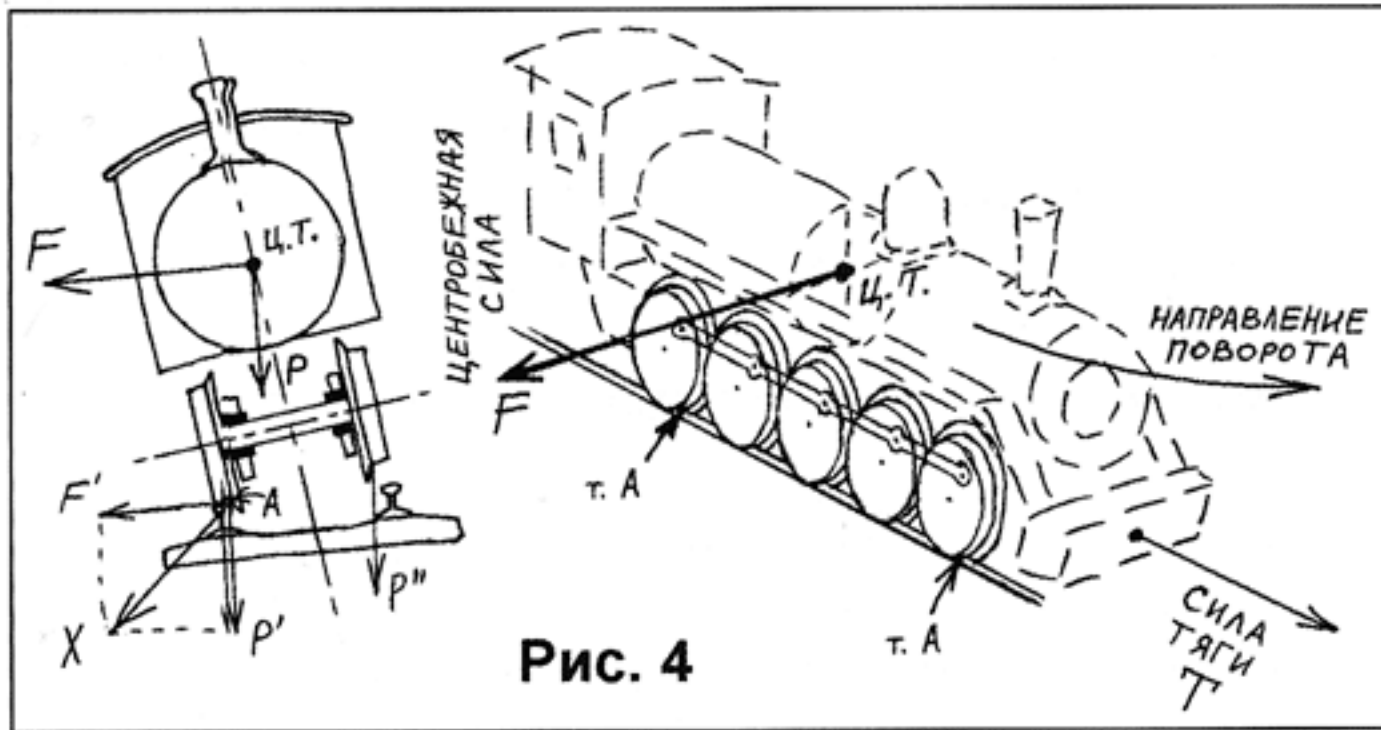

Рис. 4
1) «Жесткое» шасси с фиксированными в раме буксовыми подшипниками, при движении в прямой. Я сознательно ограничиваю описание движением в прямой, чтобы не вовлекать сюда побочные отрицательные факторы, свойственные движению в кривой (типа поперечного разбега колесных пар; появления на сцепке бокового момента сил от сопротивления поезда движению и т.д.). Под воздействием боковой силы F , которая возникнет, например, в повороте, - в виде центробежной силы, - весь локомотив стремится опрокинуться вокруг линии, соединяющей самые внешние точки контакта колес с наружным рельсом (точки А) (см. рис. 4). В результате от колес к наружному рельсу прикладывается сила F' , почти равная F , а результирующий момент X стремится прижать гребни всех левых колес к грани соответствующего рельса в тех же точках А. Вес локомотива $P=500$ грамм переносится целиком на поверхности катания этих же левых колес. В результате локомотив сопротивляется опрокидыванию значительной частью (около 50%, вектор P'') своего веса, а другие 50% (вектор P') в сочетании с F' создают момент X , препятствующий сходу левых колес внутрь колеи. Теоретически ничто не мешает устоять такому локомотиву на рельсах даже после полного отрыва правых колес от рельса, даже на величину гораздо большую высоты гребня. На практике такого отклонения не происходит, в частности - из-за того, что
2) Теперь рассмотрим шасси с компенсацией, имеющее только заднюю ось на фиксированных подшипниках, а остальные оси — на балансирах (см рис. 5-А). Соответственно, первые 4 оси воспринимают на себя 80% веса локомотива, а фиксированная задняя ось — только 20%. Как следует из принципов «флексишас», первые четыре оси имеют свободу поперечного качания в раме, и поэтому не участвуют в поддержании вертикального положения кузова локомотива (вспомним «правило табуретки с тремя ножками»: две «ножки» — это задняя фиксированная колесная пара, а третья «ножка» — это опора группового балансира в точке X на два межосевых балансира, объединяющих первые четыре оси). Получается, что 80% (четыре пятых) веса бесполезно теряется с точки зрения сохранения вертикальной устойчивости кузова, и для этих целей остается только 20% (одна пятая) веса локомотива. Вот это — уже действительно немного, учитывая, что величина силы F осталась прежней. Вывод: локомотив 0-5-0 с компенсацией выходит в пять (!) раз менее устойчивым, чем тот же локомотив с жесткой рамой. (Из этого умозаключения следует, что двухосный локомотив теряет только половину своей устойчивости, трехосный — две трети, и т.д.). Важным является то, что ось опрокидывания под действием силы F в многоосном локомотиве с компенсацией перемещается из точек A (согласно рис.4) в точки D (а точнее — на воображаемую ось, проходящую через точки "D" 1-й и 4-й колесных пар, см. рис. 5-А, 5-Б и 5-В), являющиеся местом контакта межосевых балансиров с осями колесных пар. Первые четыре колесные пары, забирая 80% нагрузки от веса локомотива, превращаются в «фундамент» для всей остальной экипажной части: под действием опрокидывающей силы F теперь уже гораздо легче повернуть всю раму экипажа (вместе с фиксированной осью и всем кузовом локомотива) вокруг новой оси D-D, чем приподнимать вес локомотива вокруг оси A-A (согласно рис.4). Достаточно лишь преодолеть сопротивление гребня в точке E, что не так уж трудно при уменьшении этого сопротивления в 5 раз!